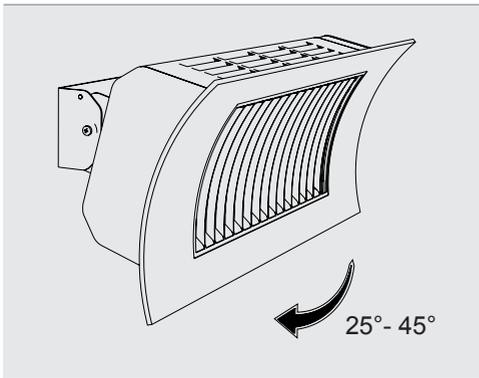

Abb.2f: Neigungswinkel einstellen
8. Zuletzt können Sie den gewünschten Neigungswinkel einstellen und danach die Schrauben nochmal festziehen. Siehe Abb. 2f.